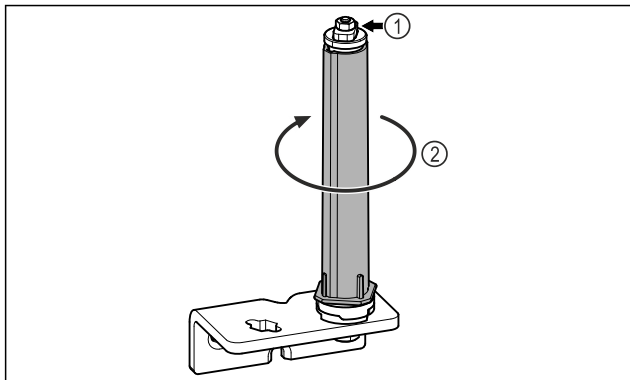

Fig. 28
- ▶ Ärge võtke ukse sulgemissüsteemi lahti Fig. 28 (1).
- ▶ Keerake sulgemissüsteemi Fig. 28 (2), kuni see klõpsub.